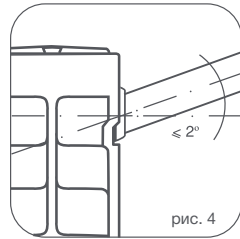

рис. 4
**!** Во избежание аварии допустимо отклонение оси коллектора радиатора от подводящих труб не более 2° (рис. 4).